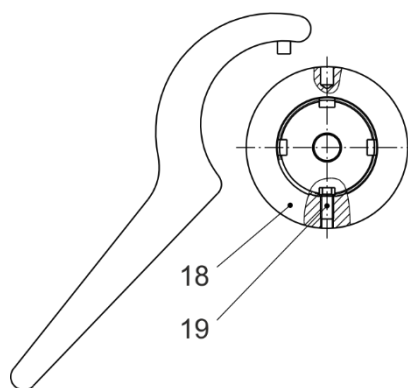

Bild 11
Bei dieser Ausführung muss das Schaltteil (3) gekürzt werden. Bei eventueller Nachrüstung Rücksprache mit dem Werk. Die Verstellung wird mit einem Hakenschlüssel vorgenommen, Bild 11.